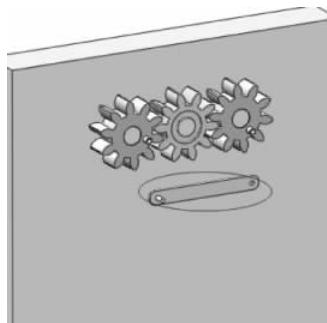

图 3-87 插入连杆零件
(1) 单击【装配体】工具栏中的【插入零部件】按钮 ，弹出【插入零部件】的属性设置。单击【浏览】按钮，在弹出的【打开】对话框中选择零件【连杆 1】，单击【打开】按钮，在图形区域中的合适位置单击插入，然后使用【装配体】工具栏中的 【移动零部件】功能拖动零件到接近配合位置，如图 3-87 所示。